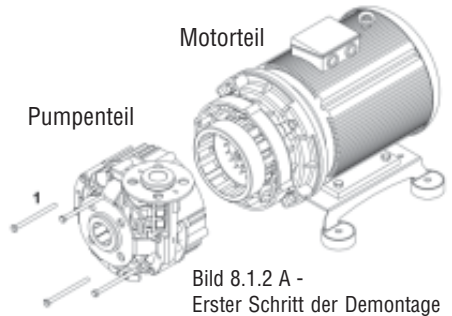

Bild 8.1.2 A -
- Lösen Sie die Schrauben (Bild 8.1.2 A, Pos.1), wie in der Ersatzteilliste beschrieben, und entfernen Sie das Pumpenteil von dem Motorteil.